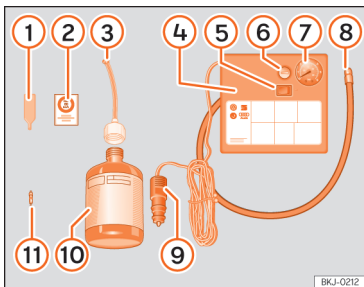

Abb. 33 Prinzipdarstellung: Bestandteile des Pannensets.
Das Pannenset befindet sich im Gepäckraum unter dem Bodenbelag. Es besteht aus folgenden Bestandteilen » **Abb. 33:**
- Ventilkappe und Ventileinsatz vom Reifenventil abschrauben. Verwenden Sie den Ventileinsatzdreher » Abb. 33 ① zum Heraus-schrauben des Ventileinsatzes. Legen Sie den Ventileinsatz auf einem sauberen Untergrund ab.
- Reifendichtmittelflasche kräftig schütteln » Abb. 33 ⑩.
- Schrauben Sie den Einfüllschlauch » Abb. 33 ③ auf die Dichtmittelflasche. Die Folie am Verschluss wird automatisch durchstoßen.
- Verschlussstopfen vom Einfüllschlauch » Abb. 33 ③ entfernen und das offene Ende ganz auf das Reifenventil stecken.
- Ventileinsatz mit dem Ventileinsatzdreher » Abb. 33 ① wieder in das Reifenventil schrauben.
- Reifenfüllschlauch » Abb. 33 ⑧ des Luftkompressors fest auf das Reifenventil schrauben.
- Prüfen, ob die Luftablassschraube » Abb. 33 ⑥ zuge dreht ist.
- Stecker » Abb. 33 ⑨ in die 12 Volt-Steckdose des Fahrzeugs stecken » Seite 163.
- Luftkompressor mit dem EIN- und AUS-Schalter » Abb. 33 ⑤ einschalten.
- Kleben Sie den Aufkleber » Abb. 33 ② im Sichtfeld des Fahrers auf das Kombi-Instrument.
Den Reifenfüllschlauch » Abb. 33 ⑤ wieder anschließen und den Reifenfülldruck an der Reifenfülldruckanzeige ⑥ ablesen.